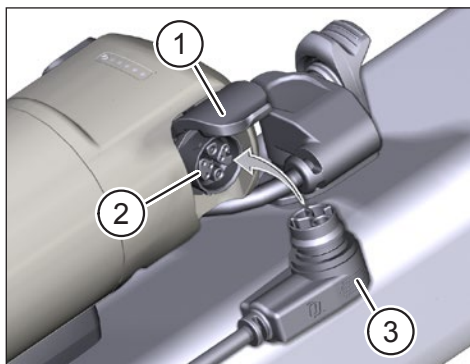

Abb. 9: Range Extender Laden
- Klappen Sie die Abdeckung (Pos. 1 in Abb. 9) am Ladeport des Range Extender auf.
- Prüfen Sie, ob die Anschlüsse im Ladeport (Pos. 2 in Abb. 9) frei von Schmutz sind und reinigen Sie sie gegebenenfalls.
- Stecken Sie den Ladestecker (Pos. 3 in Abb. 9) des Charger in den Ladeport des Range Extender.